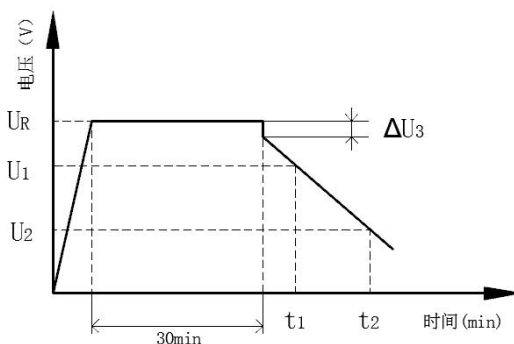

图 1 电压特性
- 根据图 1 测量放电过程中电压从 $80\%U_R$ 降至 $40\%U_R$ 的时间，计算电容容量。